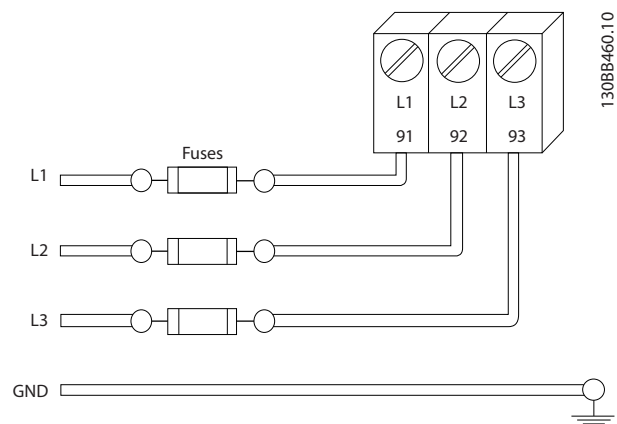

Рисунок 2.6 Предохранители преобразователя частоты
- Все преобразователи частоты должны быть оборудованы системой защиты от короткого замыкания и перегрузки по току. Для реализации такой защиты следует использовать входные предохранители, см. *Рисунок 2.6*. Если они не устанавливаются производителем, их должен установить специалист во время монтажа. Максимальные номиналы предохранителей см. в 10.3 *Таблицы плавких предохранителей*.